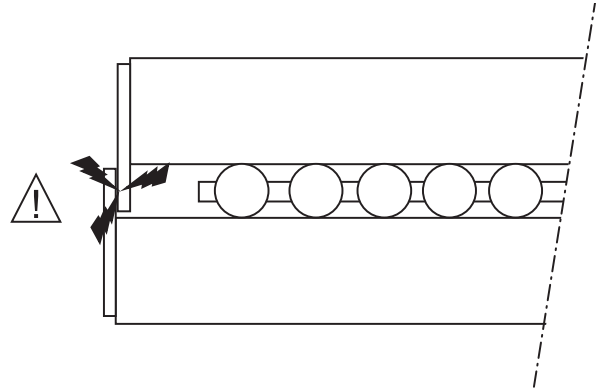

Bild 8. Falsch montierte Endstücke oder Abstreifer
- △ Endstücken oder Abstreifer dürfen sich nicht kreuzen (Bild 8)